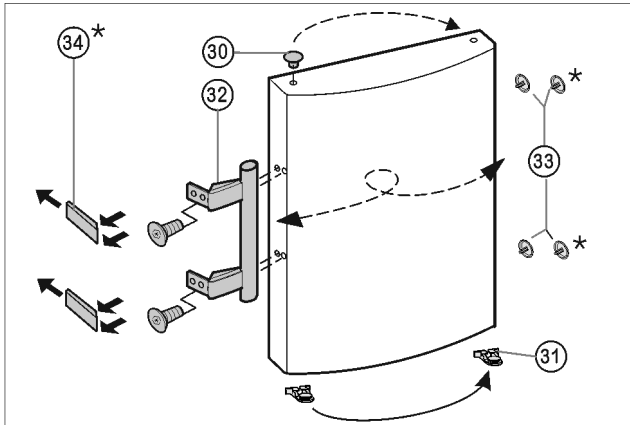

Fig. 9
- ▶ Enlever le bouchon Fig. 9 (30) du coussinet de la porte et le permuter de l'autre côté.
- ▶ Démontez la poignée de porte Fig. 9 (32), les bouchons Fig. 9 (33) et les plaques d'appui* Fig. 9 (34) et les permuter sur le côté opposé.